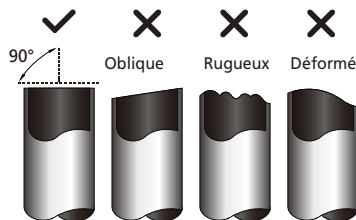

Fig. 47 – Coupe des tuyaux
- Coupez le tuyau à 90 degrés (voir fig. 47) au moyen d'un coupe-tube.